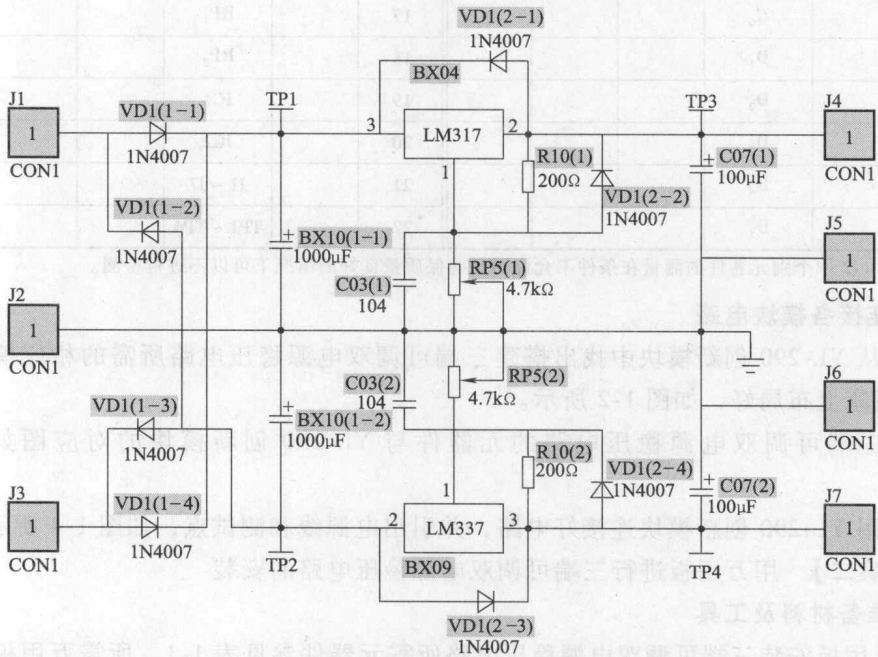

图 1-3 YL-290 创新模块与三端可调双电源稳压电路对应图
2) 三端可调双电源稳压电路的元器件与 YL-290 创新模块的对应图如图 1-3 所示。